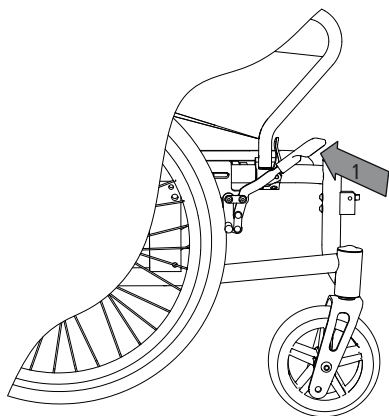

fig. 20
2. Du løsner parkeringsbremsen ved at trække i håndtaget (1, fig. 20).